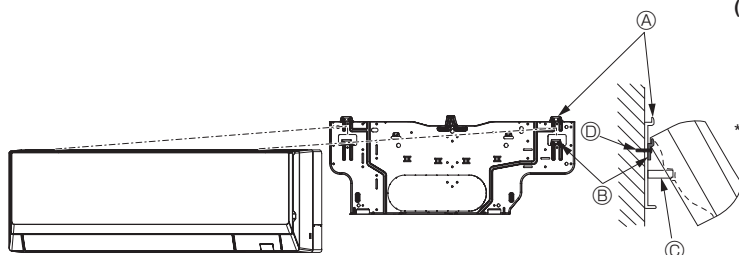

Fig. 3-12
- Si la unidad interior no puede colgarse y levantarse con el gancho normal (las dimensiones de 2.1. ④ (el espacio entre el techo y la unidad) son como máximo de 75 mm, 2-15/16 in.), cuelgue la unidad en el gancho inferior para la tubería izquierda. (Fig. 3-12)
(Fig. 3-12)